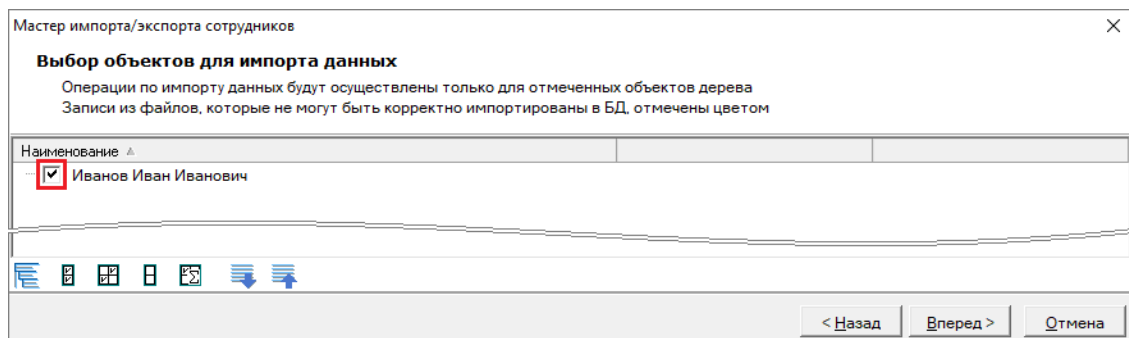

Рисунок 15-60 Выбор персонала для импорта
- 10) В шаге «Выбор объектов для импорта данных» (см. п. 15.4.3) выбрать персонал для импорта (установкой флагов напротив тех сотрудников, которых необходимо импортировать в БД), в текущем примере это один «Иванов Иван Иванович» (см. Рисунок 15-60);